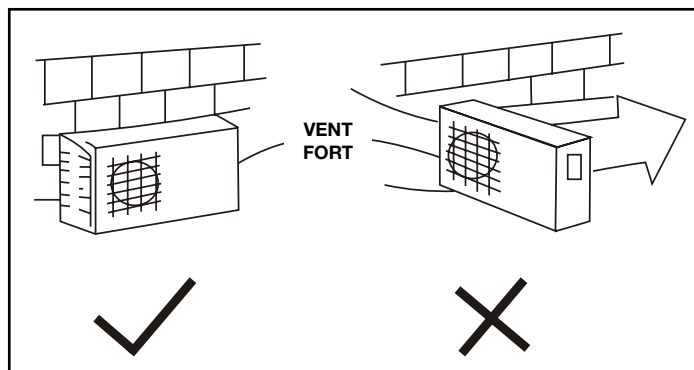

fig.9
3. Si le point d'installation est fortement exposé aux vents (par exemple en bord de mer), s'assurer que le ventilateur fonctionne correctement et positionner l'unité le long du mur ou la protéger par un écran (fig. 9). S'assurer notamment que la force du vent ne gêne pas la rotation du ventilateur.